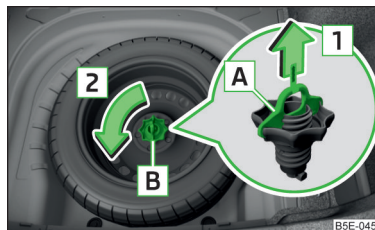

Fig. 217
La rueda se encuentra en una cavidad debajo de la moqueta del maletero y está fijada con una tuerca especial **B** » fig. 217.
- Extraer el seguro **A** en sentido de la flecha **1** » fig. 217.
- Enrosque la tuerca **B** en sentido de la flecha **2** » fig. 217.